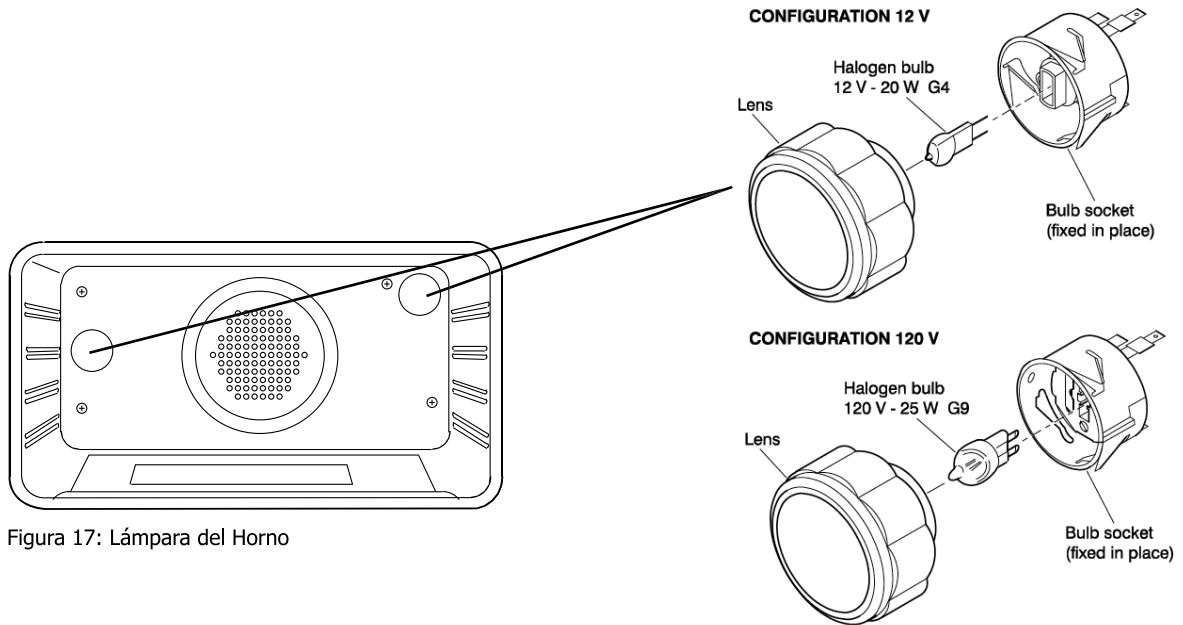

Figura 17: Lámpara del Horno
- Cada conjunto de lámparas consiste en un lente removible, un foco así como un casquillo fijo (vea la Figura 17, siguiente página).
Reemplazar un foco (vea Figura 17, sig. página):